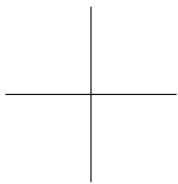

图 2-35 完成移动
- (5) 单击完成移动操作，如图 2-35 所示，如果要更精准地移动图元，在移动过程中输入要移动的距离即可。